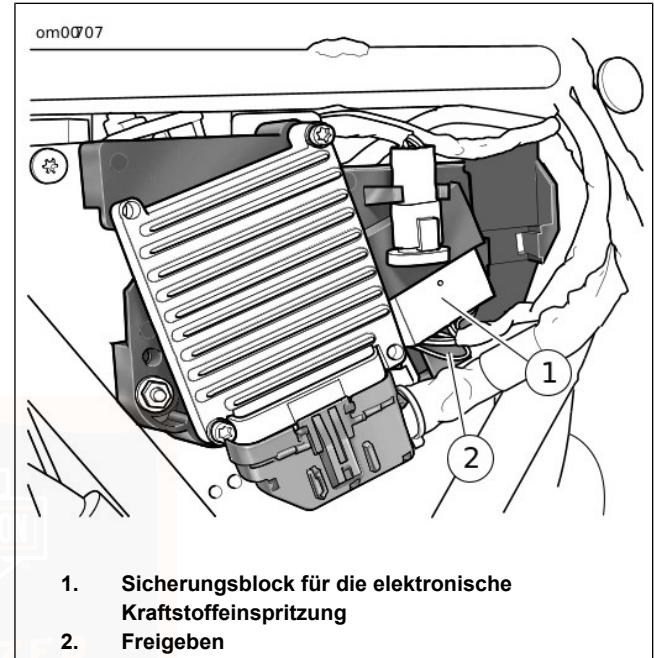

Abbildung 73. Baugruppe Elektriktafel: Rechte Seitenabdeckung
3. Siehe Abbildung 73. Weißen Farbpunkt an der Innenseite des Sicherungsblocks suchen. Auf den Punkt drücken und dabei behutsam am Kabelkanal ziehen, um die Zungen des Sicherungsblocks aus den Schlitten der Halterung zu befreien.